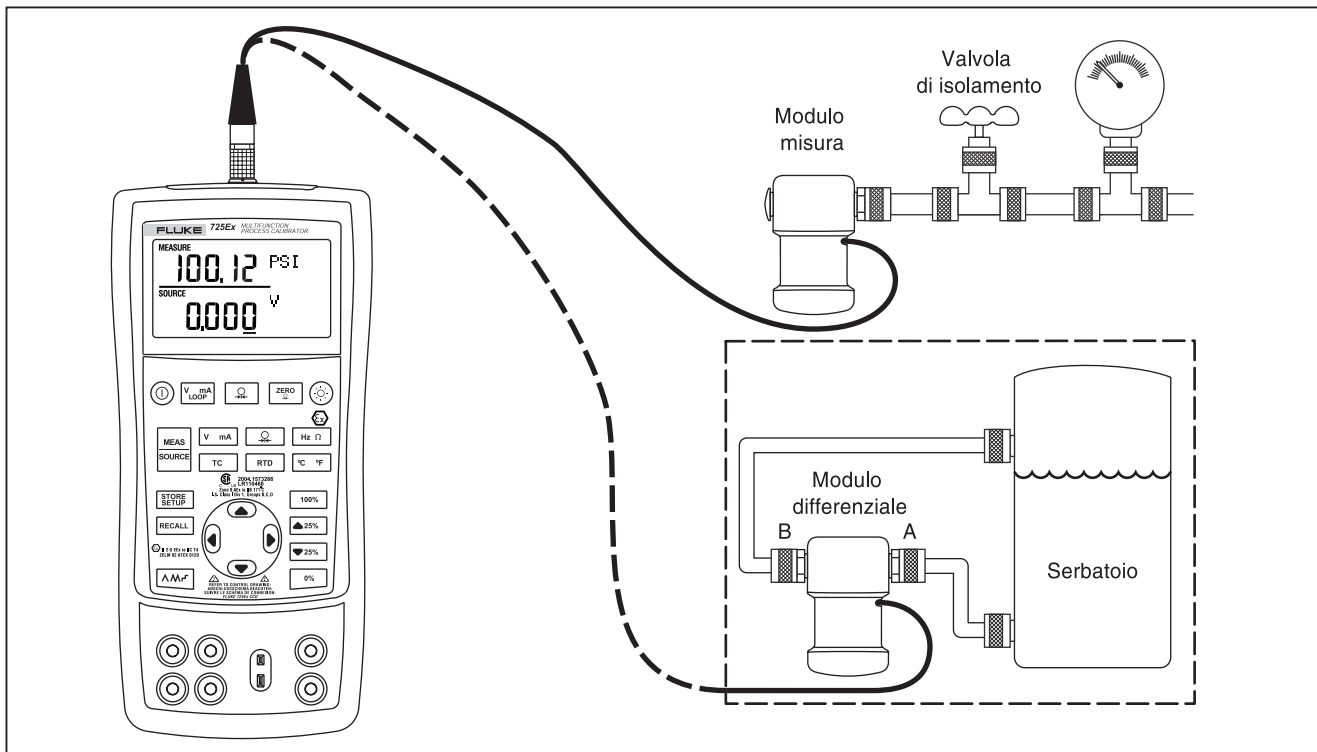

Figura 13. Connessioni per la misura della pressione
1. Collegare il modulo di pressione al calibratore, come indicato nella figura 13. I filetti dei moduli di pressione si accoppiano con raccordi idraulici standard da ¼ NPT. Se occorre, usare l'adattatore da ¼ NPT a ¼ ISO.